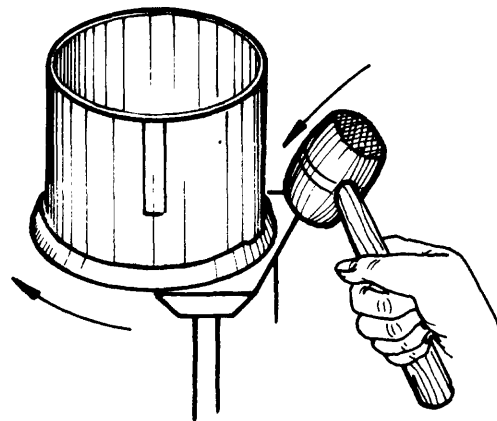

Fig.2
- ___ d Golpee las pestañas doblando parcialmente en todo el contorno (fig. 2).